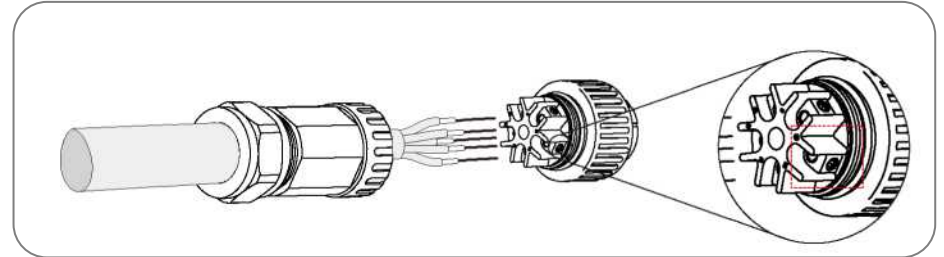

Figura 5.22 Cable conectado
A) Pele el aislamiento del cable unos 70 mm, de modo que el conector con núcleo de cobre desnudo alcance los 9 mm. Pase el cable a través de la tuerca y el enchufe e inserte las terminales correspondientes y apriete con una llave Allen (vea figura 5.22). El par es 1.8-2.0 Nm
Apriete el cable con una llave Allen de 3.0 mm (observe el recuadro, vea la figura 5.22). El tornillo Allen se puede resbalar, no lo desenrosque por completo.